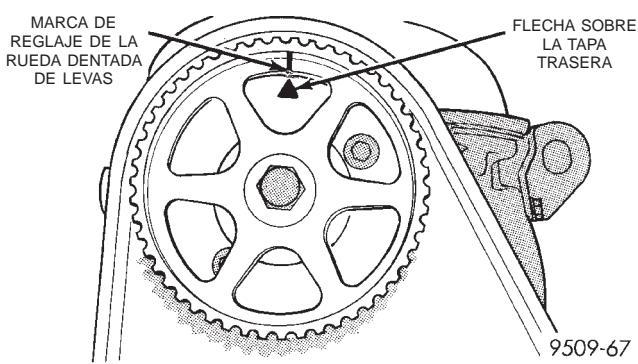

Fig. 49 Marca de reglaje del árbol de levas
(5) Coloque el árbol de levas en PMS alineando la marca de la rueda dentada con la flecha situada en la tapa trasera de la correa de distribución (Fig. 49).